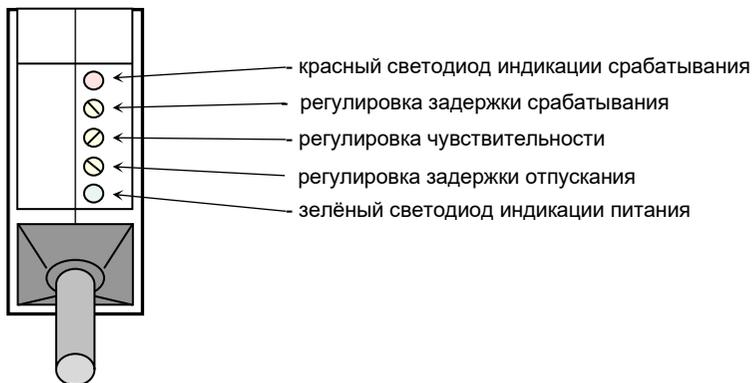

Рисунок 2 - Расположение органов индикации и регулировки
- 3.8 Органы индикации и регулировки размещены на задней панели выключателя. Их расположение показано на рис. 2.